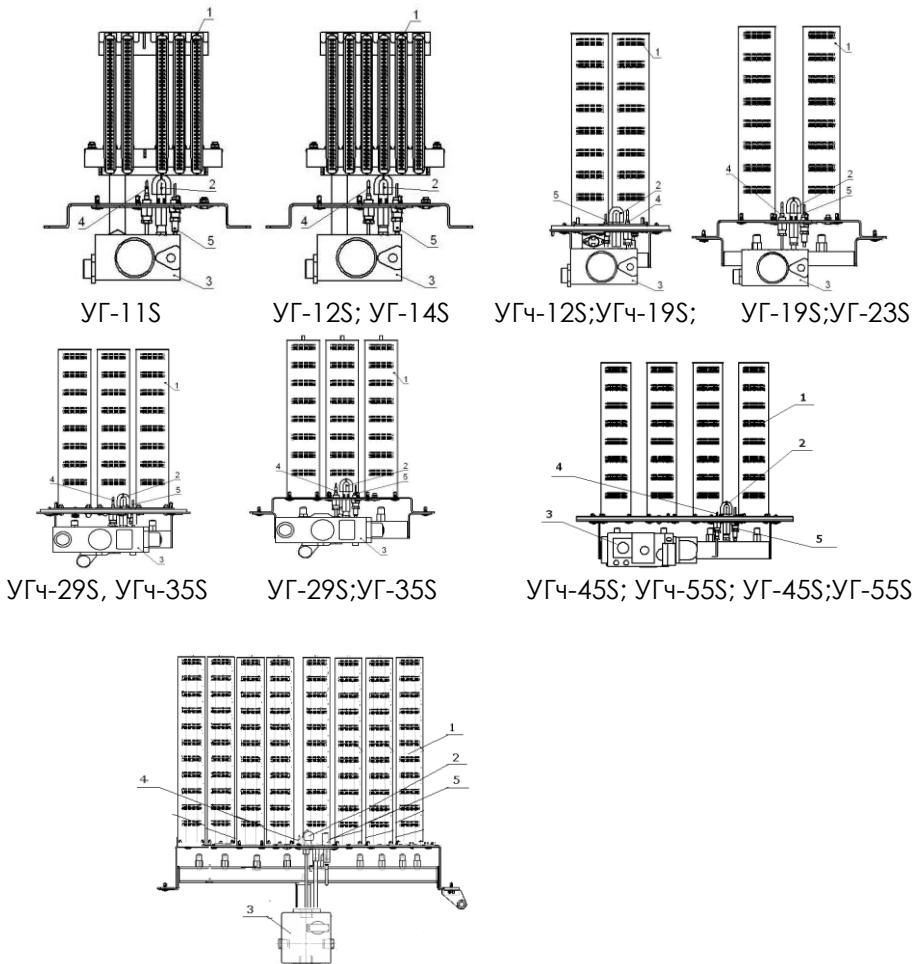

Рис.1 Газогорелочные устройства с автоматикой безопасности и регулирования SIT или САБК.
6.5.1 УГ-... S или УГ-...У (рис. 1) состоит из секций или газогорелочных труб POLIDORO 1, автоматики безопасности и регулирования SIT или САБК, включающей в себя: